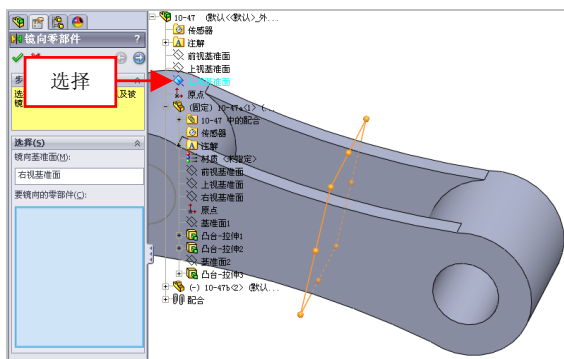

图 10-49 选择【右视基准面】选项
(3) 弹出【镜向零部件】属性管理器，在界面左侧的设计树中，选择【右视基准面】选项，如图 10-49 所示。